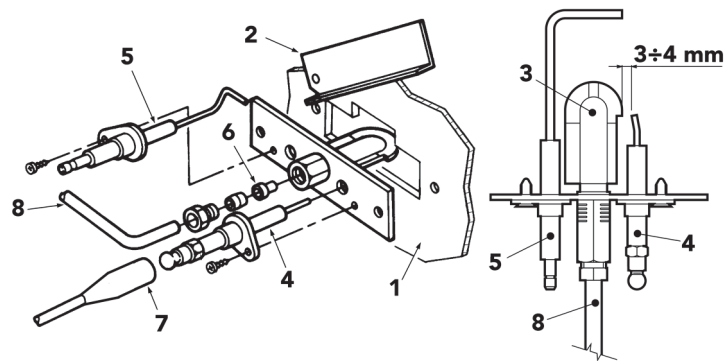

fig. 23 - Quemador piloto
- Los electrodos deben estar libres de incrustaciones y bien colocados (véase fig. 23).